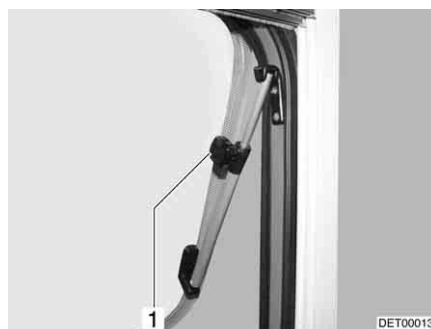

Fig. 53 Fenêtre projetante avec bras pivotants, ouverte
- Ouvrir la fenêtre projetante jusqu'à la position voulue et la bloquer avec la molette (Fig. 53,1).
- Tourner la molette (Fig. 53,1) jusqu'à ce que le dispositif de blocage soit libéré.